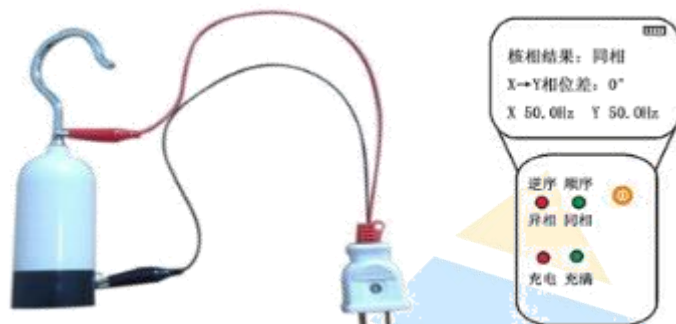

图 1
方法 1：使用配置的发射器市电专用测试线参照图 1 连接，插头接 220V 市电。如果发射器蜂鸣，两指示灯交替闪烁，接收主机显示对应的频率信息，则发射器和主机均正常。
1. 如果测试电压为 220V/380V, 请使用市电专用测试线（测试线内部有电阻, 非直通导线）与发射器连接, 再进行测量。测量方法见图 1。